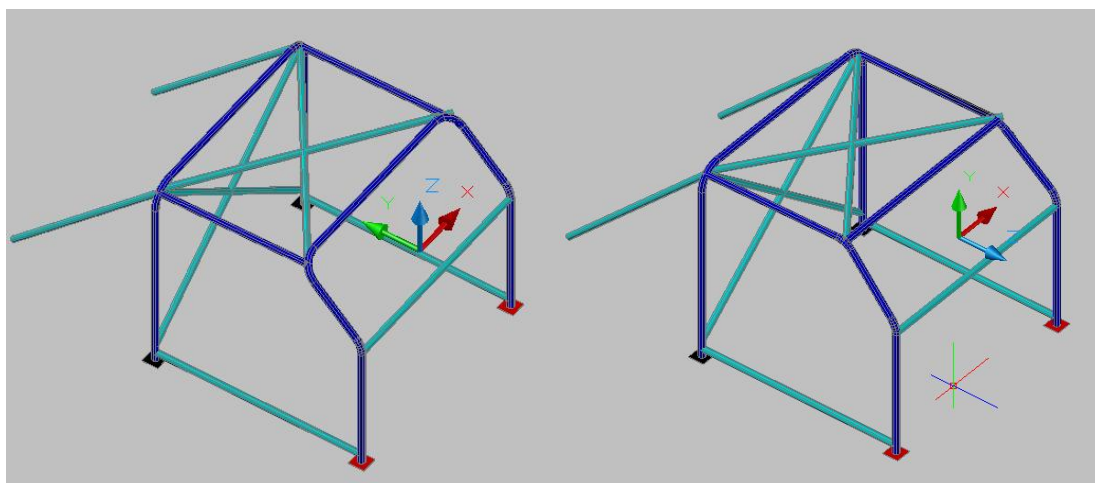
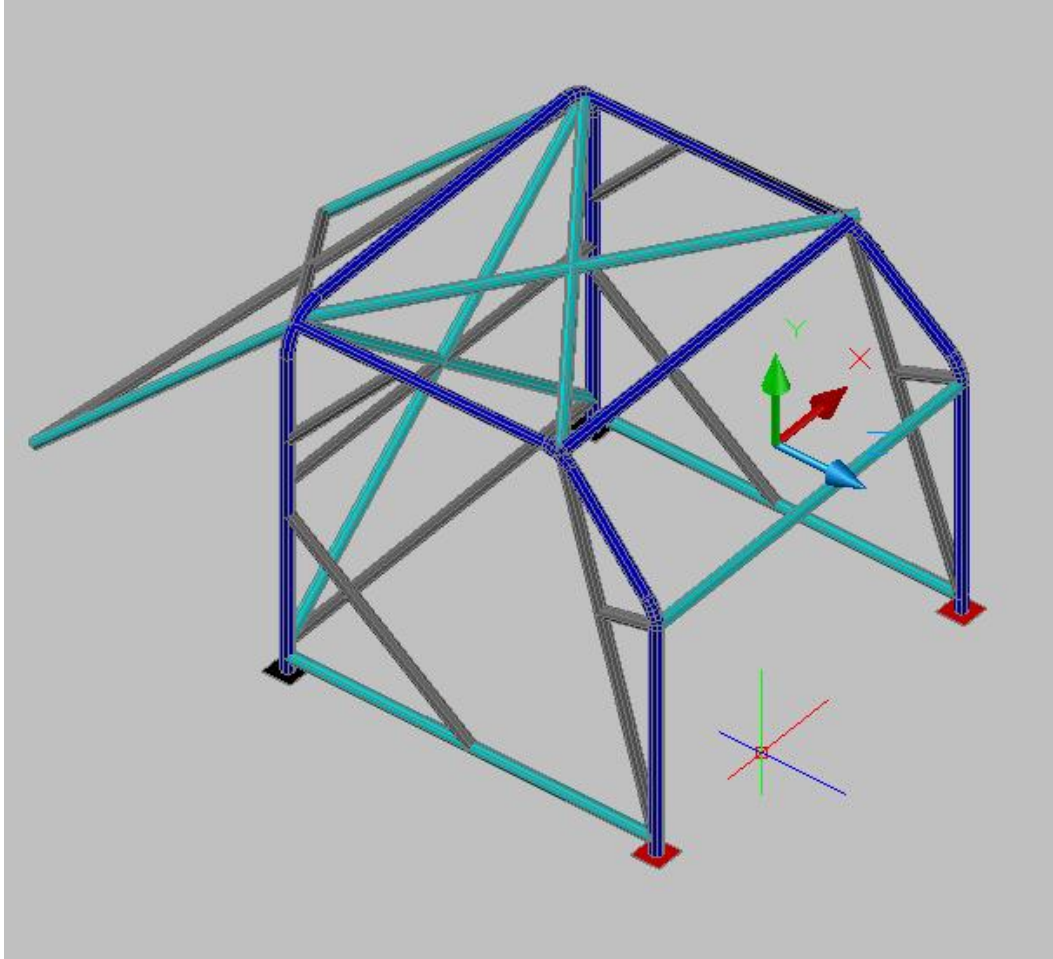

Fig. 9: Model minim roll-cage obligatoriu (2 variante)
Fig 10: Model roll-cage recomandat
3.8. Modelul minim obligatoriu este prezentat în Fig. 9, în două variante. Diferența majoră între cele două modele este dată de forma arcului frontal de securitate, în partea dreaptă fiind folosite arce laterale de securitate (roll-bar lateral) - varianta recomandată.
3.8. Modelul recomandat este prezentat în Fig. 10
Legenda pentru Fig. 9 și Fig. 10: